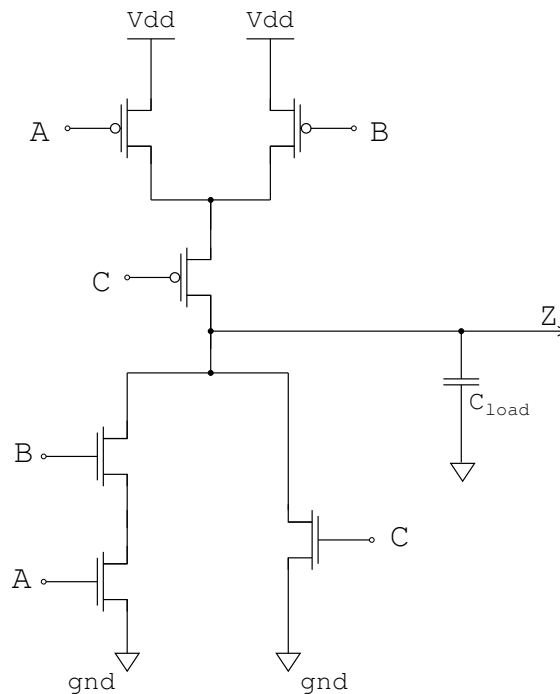

Figure 1 – Porte logique CMOS.
Cet exercice introduit une méthode simplifiée de calcul des temps de propagation des portes logiques. Elle est appliquée au calcul des temps de propagation de la porte logique représentée figure 1.
1. Donner l'équation logique de la porte de la figure 1, ainsi que sa table de vérité.
3) cf les chemins d'Euler tracés sur la figure 1 dans l'ordre $A \rightarrow B \rightarrow C$